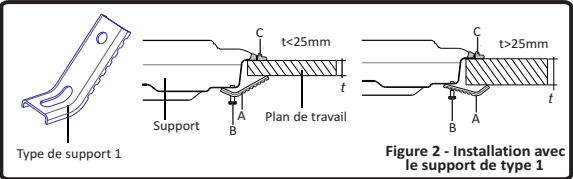

Figure 2 - Installation avec le support de type 1
Insérez l'appareil dans l'emplacement et fixez en position à travers les supports (A) et les vis (B). Ajustez la position des supports en fonction de l'épaisseur du plan de travail comme indiqué à la figure 2 et serrez les vis uniformément.